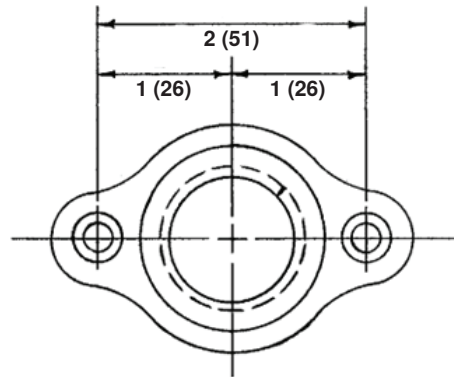

Figure 26. Écrou de rebut
1. En utilisant l'écrou de déchets (voir **Figure 26**) comme gabarit, percez trois trous—un trou de drainage de 3/4 de pouce et deux trous de fixation de 1/4 de pouce dans le bac inférieur de l'armoire de la fournaise.